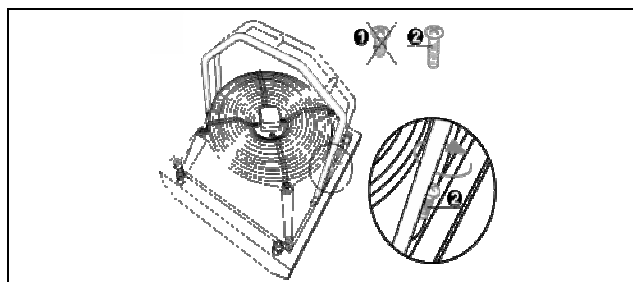

Figura 15
- Con le **viti di fissaggio fornite a corredo**, fissare la staffa alla ventilante utilizzando i fori lasciati liberi dalle viti precedentemente rimosse (Figura 15).